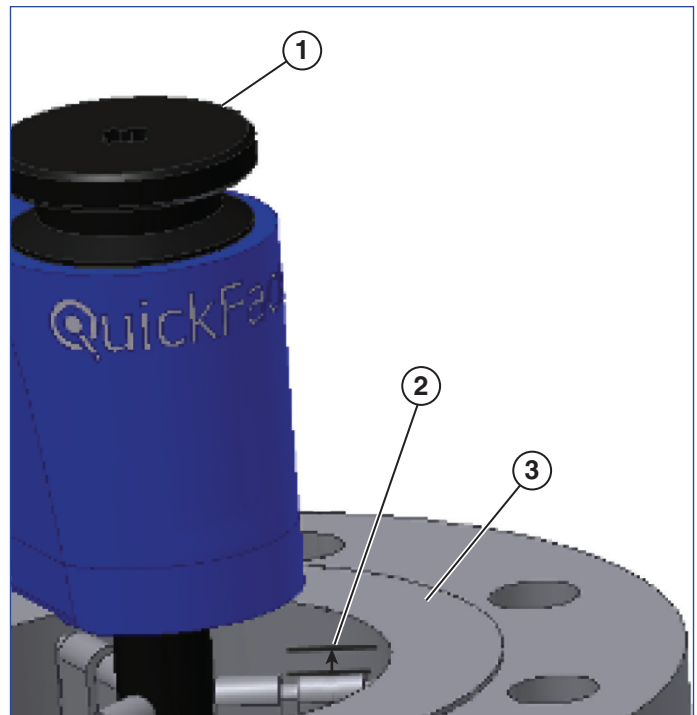

Rysunek 9
7. Obróć śrubę regulacji głębokości, aby ustawić imak nożowy w pozycji wsunięcia (see Rysunek 9).